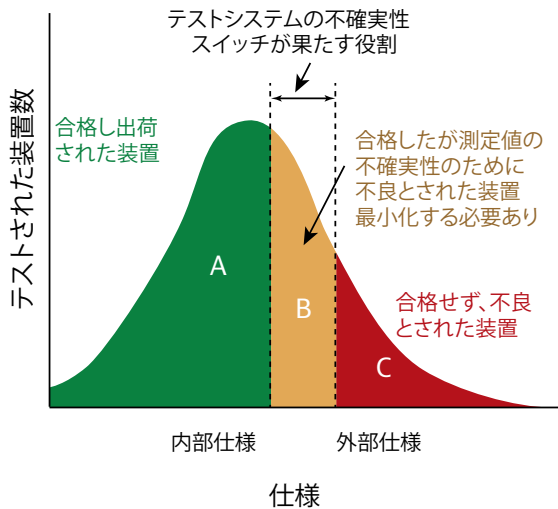

図1.測定の影響
テストの不確実性を考慮し、ユーザーは内部仕様を厳密にすることで製品が誤って合格することがないようにする必要があります。出荷されて収益をもたらすはずであった製品のうちの一定の割合が不良になることは避けられません。テストの歩留まりは、外部仕様に合格した製品数に対する内部仕様に合格した製品数の割合（パーセント）です。そうした製品は図1のゾーン B で表されています。スイッチの挿入損失 (IL) や偏光依存損失 (PDL)、再現性、安定性はすべて自動テストシステムの不確実性増加の一因になります。mOSW-C1/mlSW-C1 を選択することで、テストの歩留まりに対するスイッチの影響を最小限に抑えられ、多くの場合、測定できないレベルにまでなります。